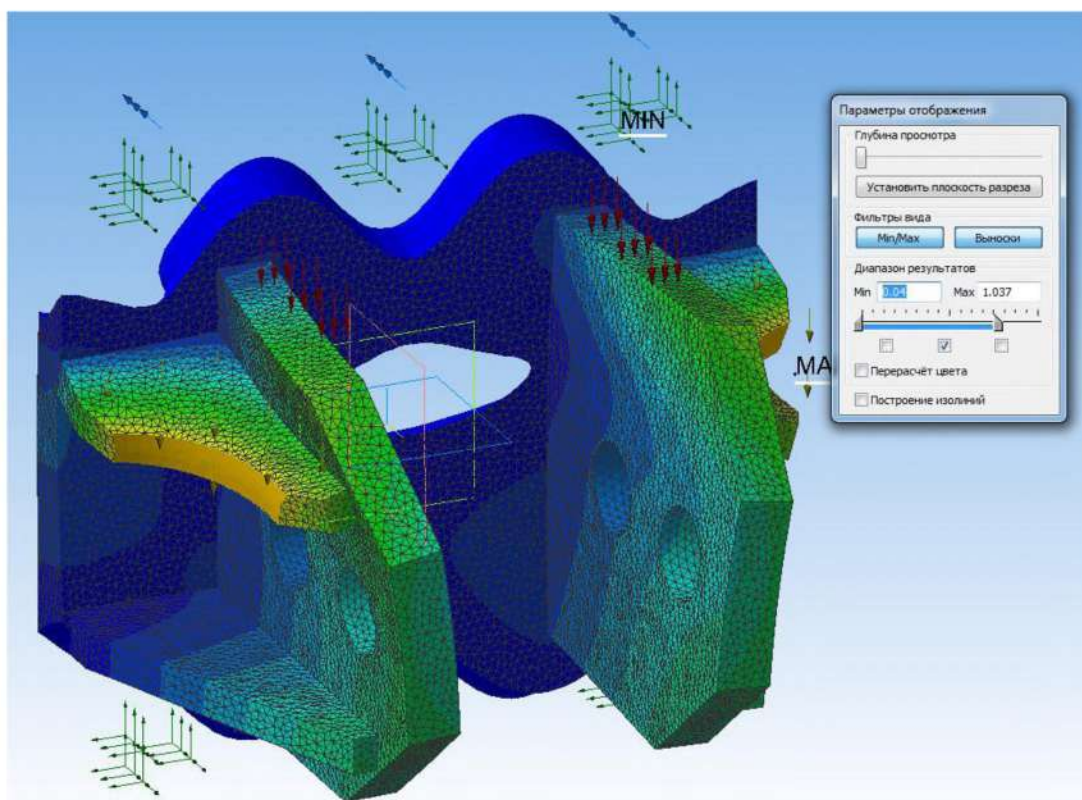

Рисунок 1.40. Карта перемещений с заданным диапазоном вывода результатов: показаны только элементы со значениями от 0,04 до 1,037 мм
4. *Минимальное и максимальное* значение диапазона результатов для задания значения пользователем. Установка введённого значения осуществляется по клавише ENTER. Синий цвет шрифта – значение корректно и находится в процессе ввода, красный – некорректное значение. В случае его задания (по Enter), будет установлено максимально (минимально) допустимое (рисунок 1.40).